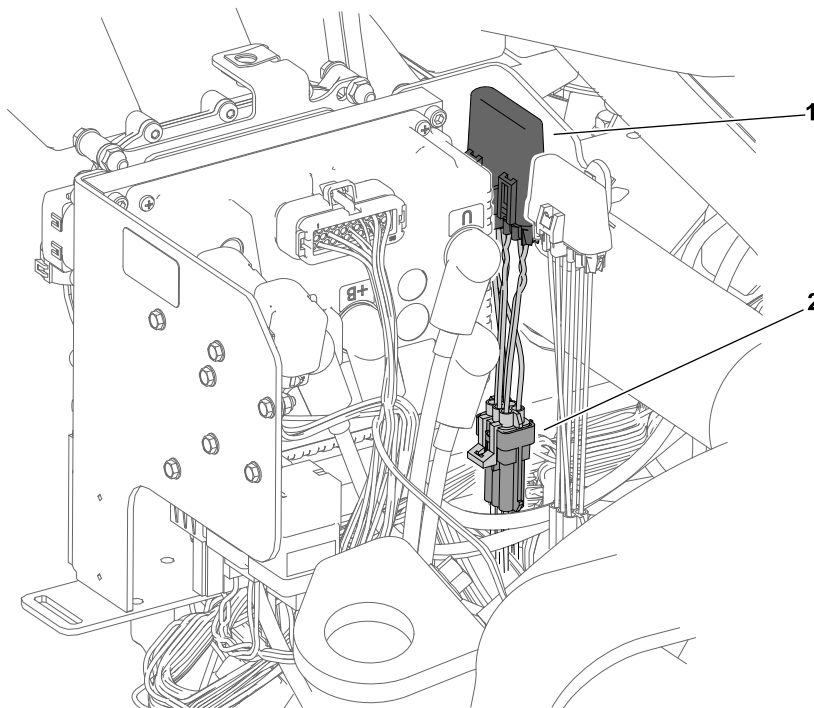

Figur 44
2. Ta bort dioden från kablagekontakten märkt P09 (Figur 43) och montera det fastgjorda locket på kontakten (Figur 44).